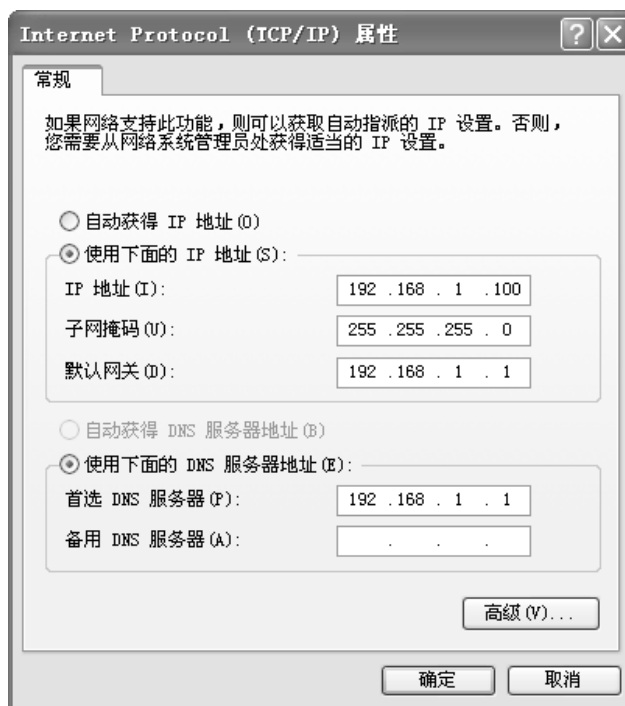

图4-1 本地连接
2. 设置PC本地连接IP地址为192.168.1.X，X为2~252中任意整数，子网掩码为255.255.255.0，默认网关为192.168.1.1，如图4-1所示。